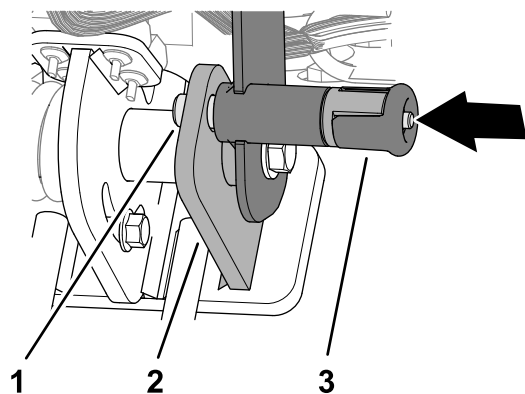

Figura 6
4. Sollevare la maniglia e fissarla con il perno di fissaggio apposito (Figura 6).